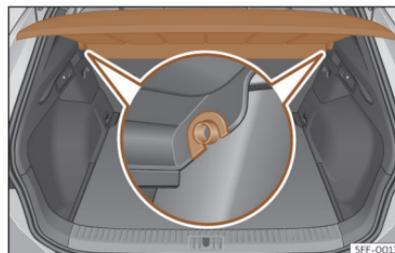

Abb. 174 Im Gepäckraum: Gepäckraumabdeckung aus- und einbauen.
- Ziehen Sie die Gepäckraumabdeckung nach oben aus den seitlichen Halterungen >>> (Abb. 174) heraus.
- Führen Sie die Gepäckraumabdeckung horizontal ein, so dass das „Hufeisen“ über der Aufnahmeachse >>> (Abb. 174) liegt, und drücken Sie die Abdeckung nach unten, bis sie einrastet.